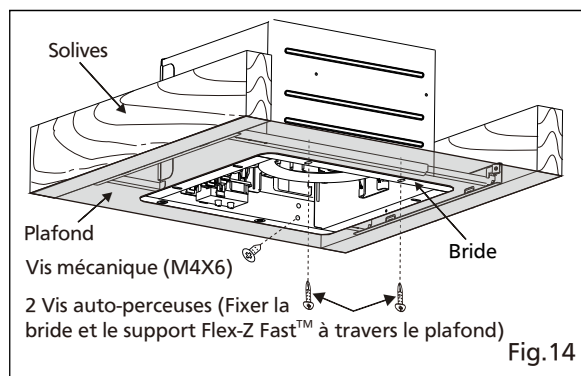

Fig.14
- Fixer le corps du ventilateur au support Flex-Z Fast™ en utilisant 2 vis auto-perceuses, connecteur au réceptacle et fixer le corps du ventilateur à l'adaptateur à l'aide de vis mécanique (M4X6). (Voir Fig.14)